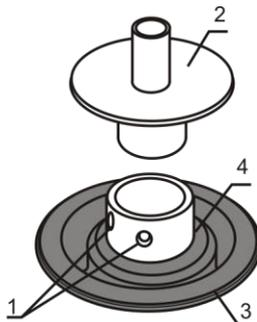

Fig.2 Remplacement du joint
- Dévissez les deux vis (fig.2/1) situées sur le distanceur.
- Retirez l'adaptateur de la plate-forme (fig.2/2).
- Installez le nouveau joint, en faisant correspondre son bord interne au sillon du distanceur (fig.2/4).
- Installez le sillon externe du joint (fig.2/3) sur le bord du corps en plastique.